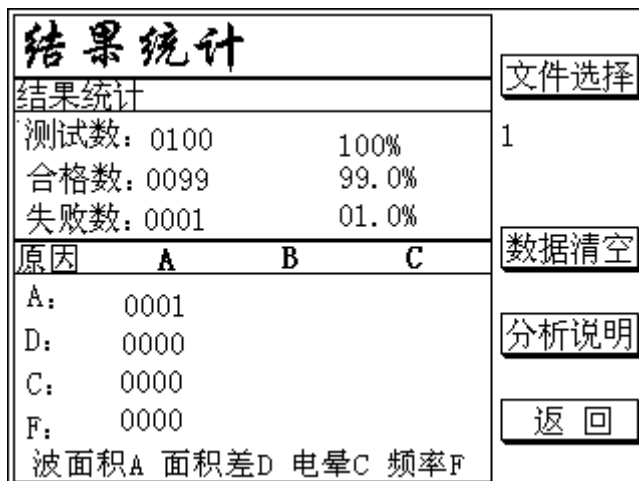
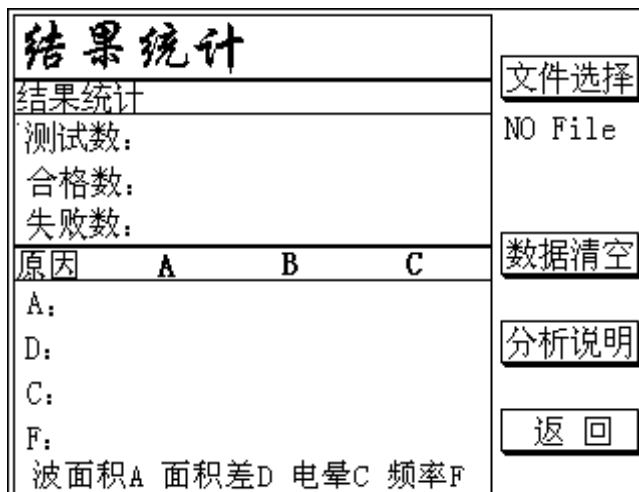

图 7
图 8
(f) 屏幕键五用以查看当前文件的结果统计，按下屏幕键五如(图 7)或(图 8)所示
- (c) 屏幕键三用以查看测试结果的，按下屏幕键三如（图 7）所示